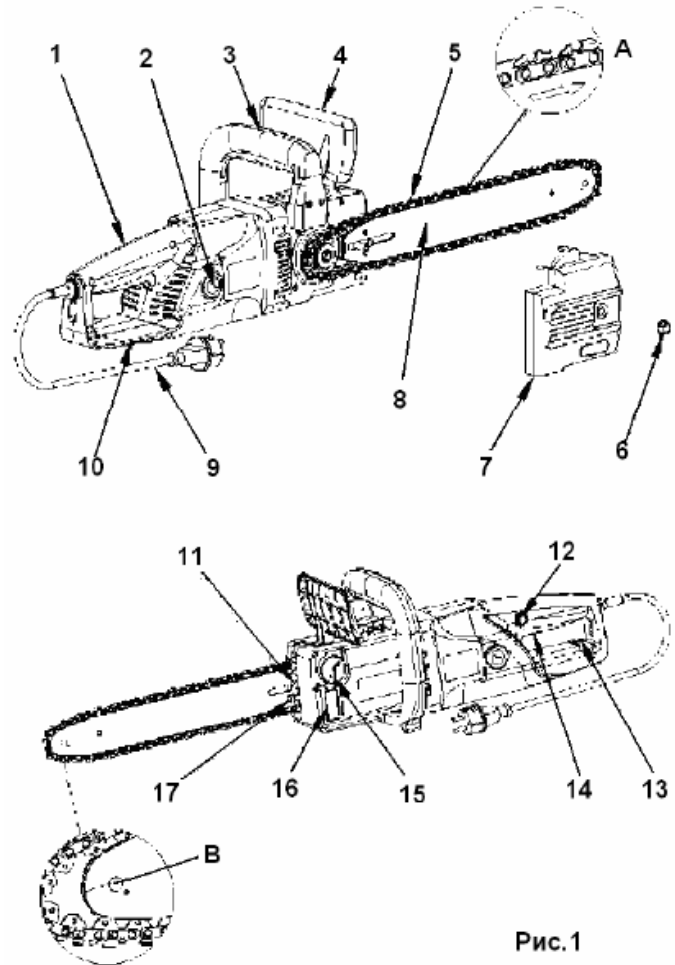
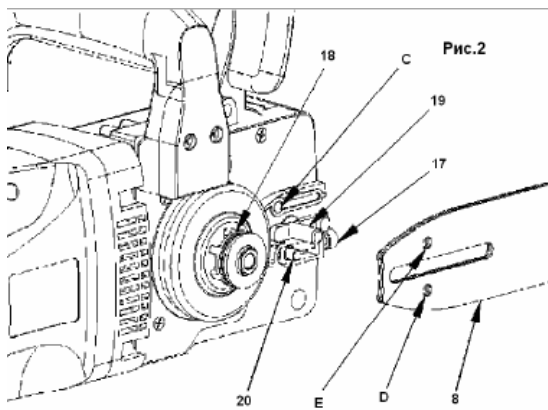

Рис.1
Рис.2
Если вы видите следы масла на цепи, то пила работает нормально. Если на цепи масло отсутствует, то прочистьте масловыпускное отверстие (Рис.2), верхнее отверстие шины и шланг подачи масла, или обратитесь в сервисный центр.
Направляющая шина и пильная цепь поставляются отдельно (в разборном виде). Сначала открутите крепежный винт (6 Рис.1) и снимите крышку, закрывающую натяжной механизм направляющей шины пилы (7 Рис.1). Нижний болт натяжения (20 Рис.2), должен находиться по центру прорези направляющей шины. Если необходимо, более точно отрегулируйте натяжение цепи с помощью винта (17 Рис.2).
Всегда используйте специальные перчатки для защиты рук при монтаже цепи, проверке натяжения, сборке и разборке. Перед монтажом цепи на направляющую шину, проверьте направление режущих зубцов цепи (заточенная сторона зубцов). Направление движения цепи, указано на крышке (7) (Рис 3). Для того, чтобы определить направление пиления, если необходимо, переверните ее (5). Надевая цепь на шину, держите пилу с направляющей шиной (8) вертикально, концом шины вверх (5). Монтаж цепи начинайте с наконечника шины (8). Монтаж цепи на шину начинайте следующим образом: Установите направляющую шину с пильной цепью на болт (19) и на болт регулировки натяжения цепи (20). Наденьте цепь на звездочку (18) Проверьте еще раз правильное направление установки цепи (См. Рис. 1). Наденьте крышку (7 Рис.1), и закрутите крепежную гайку (6 Рис.1) гаечным ключом. Теперь цепь смонтирована на направляющую шину правильно.
Убедитесь, что цепь (5) находится в пазе направляющей шины (8) (Рис.1 а). Используя шестигранный ключ, поверните винт регулировки натяжения цепи (17) по часовой стрелке до тех пор, пока цепь не будет правильно натянута. Во время затягивания винта (20), направляющую шину необходимо держать вертикально вверх. Проверьте натяжение цепи еще раз (См. Рис. 3). Не натягивайте цепь очень туго. В холодную погоду цепь должна приподниматься от направляющего бруска приблизительно на 5 мм. Затяните туго контргайку (6).
Чтобы предотвратить попадание грязи в масляный бачок, протрите крышку бачка (22) перед тем как ее открыть. Следите за уровнем масла в масляном бачке в процессе пиления, уровень масла смотреть в окошечке (16 Рис.1, 4). После доливки масла, плотно закрутите крышку бачка и вытрите пролитое масло.
Перед началом работы, проверьте автоматическое смазывание цепи и уровень масла (16 Рис.14). Включите цепную пилу и держите ее не касаясь никаких поверхностей и земли, в целях безопасности, по крайней мере в 20 см от земли. Если Вы видите масло на цепи во время движения цепи, система смазывания цепи работает правильно, если нет никаких следов масла вообще, пробуйте прочистить масляный шланг (Рис. 2) и верхнее отверстие направляющей шины (Рис.2), или обратитесь в Сервисный центр.